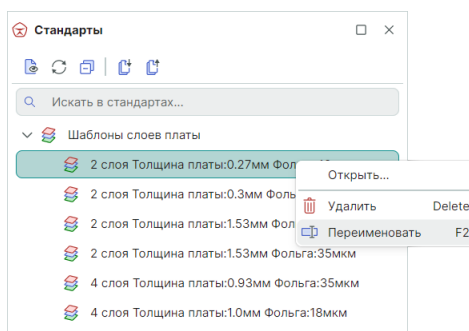

Рис. 144 Вызов функции переименования шаблона слоев платы
1. Выберите шаблон в дереве узла «Шаблоны слоев платы», вызовите контекстное меню и выберите команду «Переименовать» или воспользуйтесь горячей клавишей «F2», см. Рис. 144.